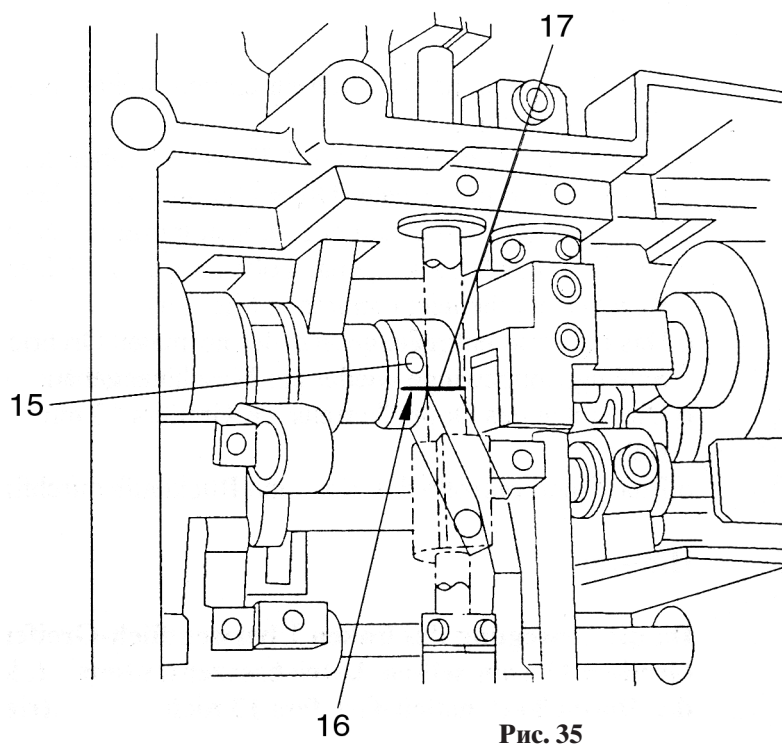

Рис. 35
- Слегка ослабьте винты 15 приводного эксцентрика (рис. 35).